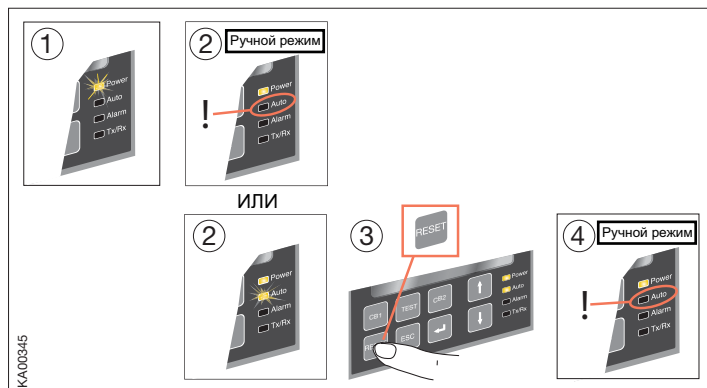

Рисунок 4.1 Установка Ручного Режима работы ATS022
- a. Убедитесь, что горит светодиод питания Power, смотри рисунок 4.1 / ①.
- b. Если светодиод Auto не горит / ②, блок ATS022 находится в Ручном Режиме.
- c. Если светодиод Auto горит, нажмите кнопку RESET / ③. Светодиод Auto погаснет и блок ATS022 перейдёт в Ручной Режим / ④.